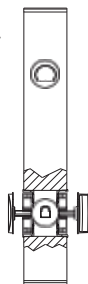

Fig. 3
3. Applicare i due supporti in plastica delle placche ad incasso nella loro sede $\varnothing 48$ (Fig. 2). I supporti vanno inseriti contrapposti (Fig. 3) sino ad arrivare in battuta su entrambi i lati della porta, adattandosi così automaticamente allo spessore del pannello.